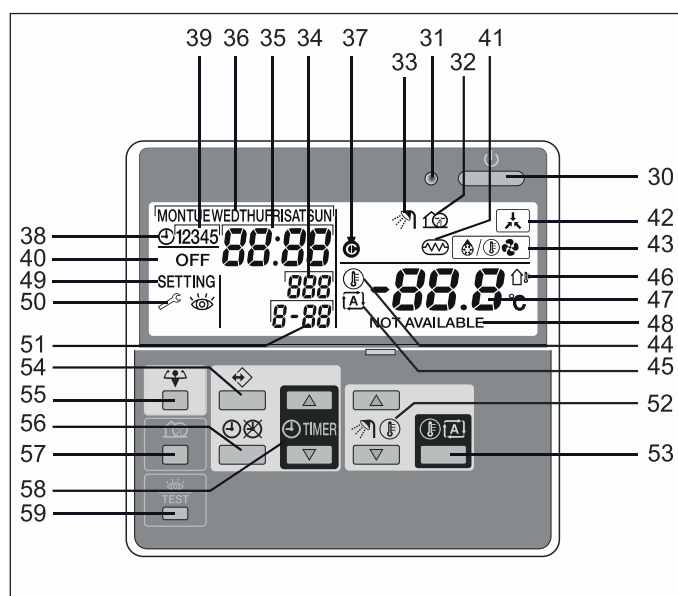

Fig. 6-1 Elementi di indicazione e comando della regolazione - Per la legenda vedere tab. 2-1 e la descrizione seguente
- Nel campo di indicazione (fig. 6-1, pos. 34) viene visualizzato il numero del sensore .